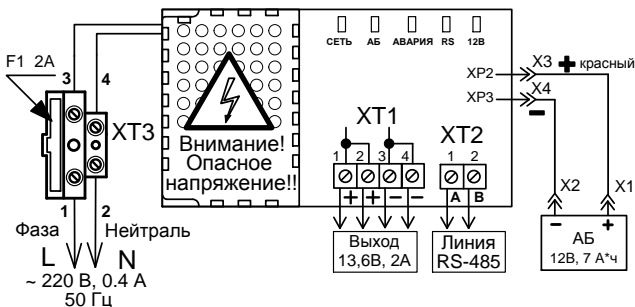

Рисунок 3. Схема подключения «РИП-12 исп.54 (РИП-12-2/7П2-Р-RS)»
При подключении проводов внешнего питающего напряжения 220 В к сетевой колодке необходимо соблюдать правильность подключения «фаза» и «нейтраль». Подключение цепей к РИП производить в соответствии с рис. 3.
2.3.1 Проверить правильность произведённого монтажа в соответствии со схемой подключения «РИП-12 исп.54 (РИП-12-2/7П2-Р-RS)» (рис. 3).